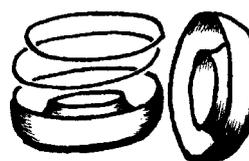

рис.2
2. Временную замену клинового ремня можно вырезать из старой автомобильной покрышки (рис.2). Сначала скат разрезают на две половинки, затем с каждой половины нарезают ремни требуемой ширины. На низкооборотных, например, свер-